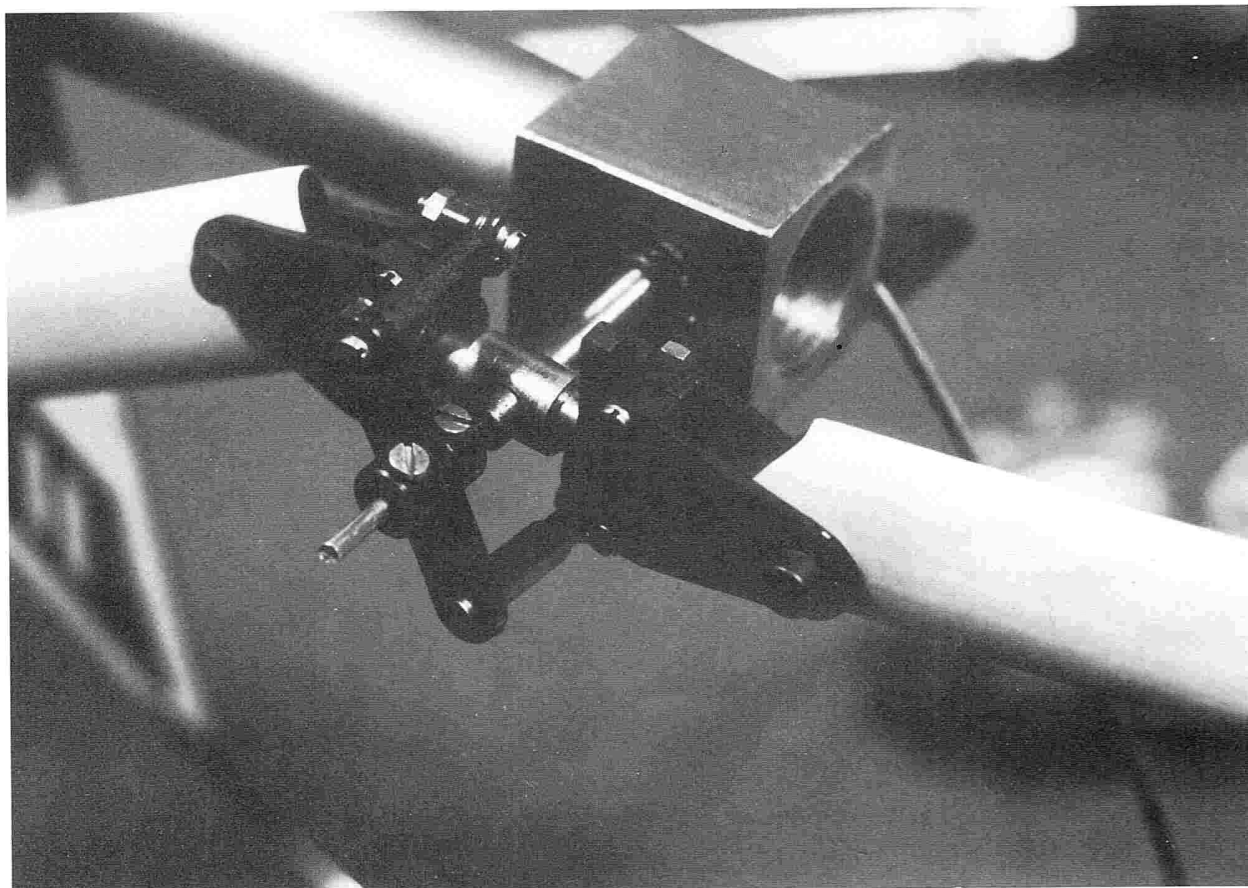

Abb. 7
Das Heckrotorsteuergestänge (165) wird zusammen mit der Steuerkulissee 164 durch die Lagerhülse (168) geschoben und mit einer Schraube M 3 x 8 sowie einer Distanzhülse 174 am Auslegerrohr befestigt. Die zweite Schraube M 3 x 8 wird später in Verbindung mit dem Hecksporn angeschraubt. Die beiden Madenschrauben (213) im Lagerhalter (169) auf der Hohlwelle gut festschrauben. Danach die beiden Kugellager (149) mit je 2 Inbusschrauben M 3 x 8 im Lagerhalter festschrauben. Pro Kugellager werden 2 Blatthalter (172) von der Seite aufgeschoben und mit 2 Schrauben M 2 x 10 verschraubt. Danach werden die Kugelgelenke 113 an dem Blatthalter montiert und mittels der Lasche 171 verbunden (**Abb. 7, 8**).